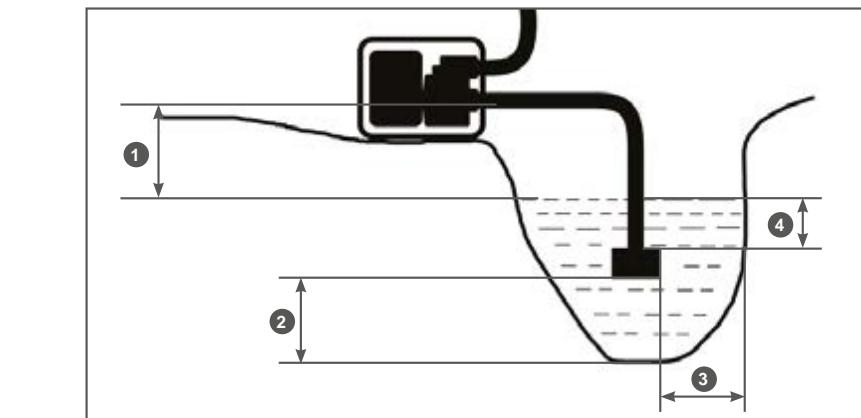

Рис. 9 Расположение мотопомпы и всасывающего фильтра
обеспечив вертикальное положение фильтра. При расположении всасывающего рукава с установленным фильтром соблюдайте все требования, указанные на Рис. 9.
- Необходимо установить мотопомпу как можно ближе к источнику жидкости. Чем меньше высота расположения мотопомпы по отношению к уровню забора жидкости (Рис. 9 п. 1), тем быстрее происходит всасывание жидкости и выше производительность насоса.
Не превышайте высоту расположения мотопомпы по отношению к уровню забора воды (Рис. 9 п. 1).
- В процессе выкачивания жидкости из водоема (емкости) уровень жидкости в водоеме (емкости) будет естественным образом понижаться. Если требуемые расстояния (Рис. 9 п. 2, 3, 4) между всасывающим фильтром и стенками и дном водоема (емкости) не соблюдаются, выкачивание жидкости следует прекратить.